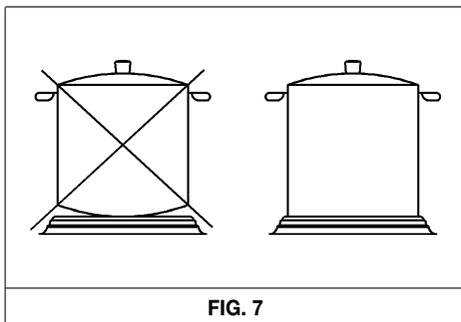

FIG. 7
- Utilizzare pentole con fondo piano e di alto spessore (vedi fig. 7).